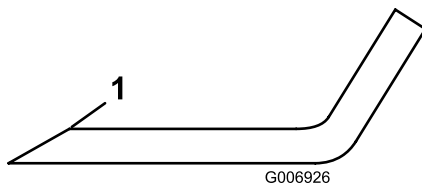

Figura 67
3. Inspeccione los filos de todas las cuchillas. Afílelos si están romos o tienen mellas. Afile únicamente la parte superior del filo y mantenga el ángulo de corte original para asegurar un filo correcto (Figura 67). La cuchilla permanecerá equilibrada si se retira la misma cantidad de metal de ambos bordes de corte.